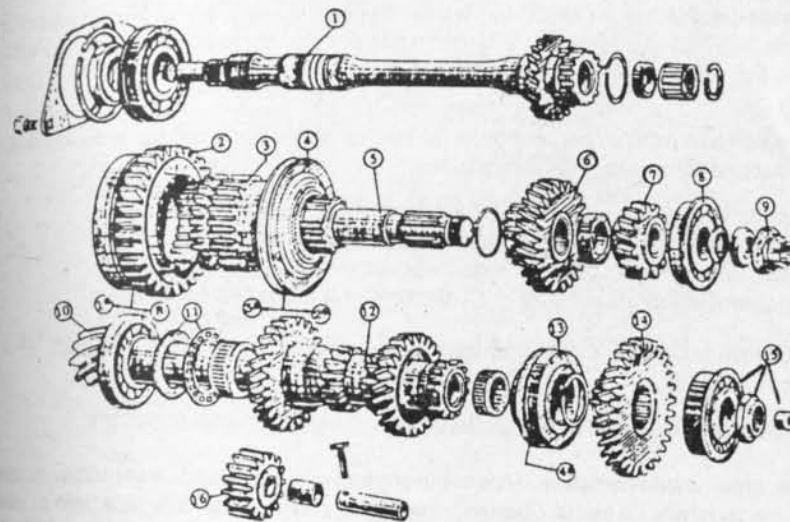

Fig. 5-6.— Elementos de caja de cambios Citroën 3CV, Ami-8 y Visa.
4. Caja de cambios.— El eje de mando (1) (Fig. 5-6) recibe rotación del motor, por medio del embrague. Llega a la caja de cambios, apoyado en sus cojinetes y retenes, donde queda en línea con el eje primario (5). Este eje se apoya al de mando por medio del cojinete de polines, y a la caja por el rodamiento (8). Sobre él se montan los engranajes de 1ª y de retroceso, sincronizador de 3ª y 2ª, y el engranaje reductor de velocidad al eje del piñón de ataque.